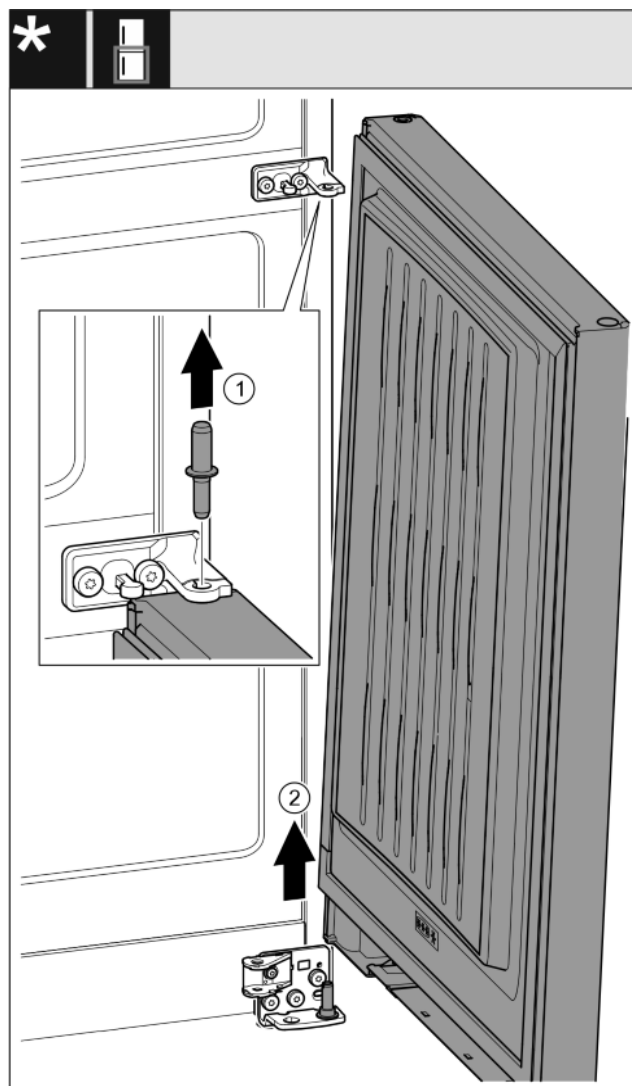

Fig. 19*
- ▶ Издърпайте болта нагоре.* Fig. 19 (1)
- ▶ Завъртете навън вратата, издърпайте я нагоре и я сложете настрана.* Fig. 19 (2)